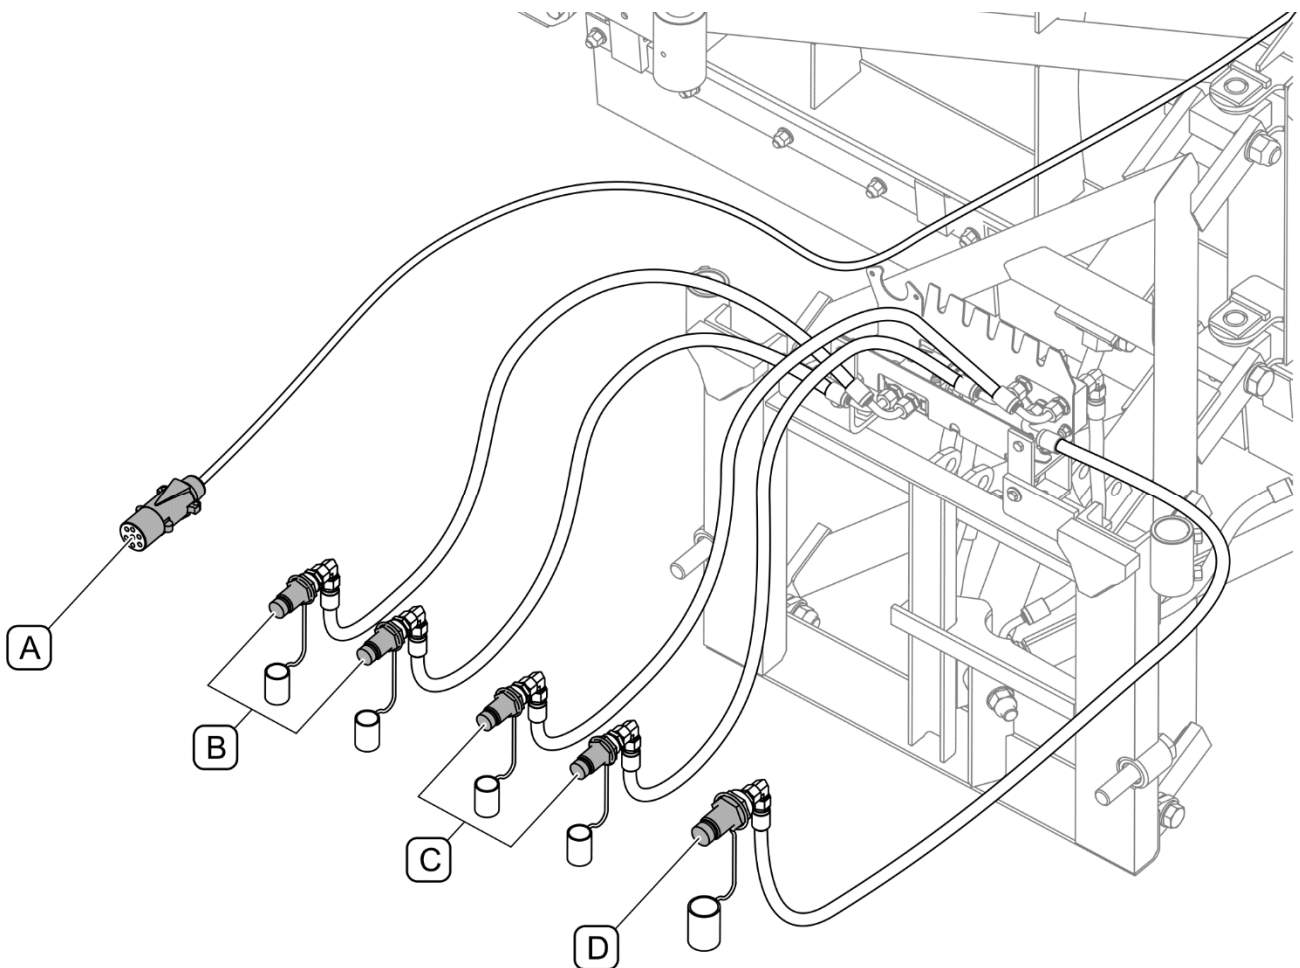

FIGURE 4.3 Connexion de l'installation hydraulique et électrique (commande hydraulique)
Les chasse-neige à commande hydraulique sont adaptés pour la connexion avec l'installation hydraulique extérieure du porteur. Les broches des raccords hydrauliques (B), (C), (D) et la fiche (A) d'alimentation des feux d'encombrement du chasse-neige (FIGURE 4.3) doivent être connectées aux prises correspondantes à l'avant du porteur.
- 1) Approcher le porteur vers le système de suspension du chasse-neige à une distance d'environ 30 cm et immobiliser le véhicule avec le frein de stationnement. Raccorder les tuyaux hydrauliques (FIGURE 4.3) de la commande du chasse-neige aux raccords hydrauliques correspondants du système hydraulique extérieur du porteur.